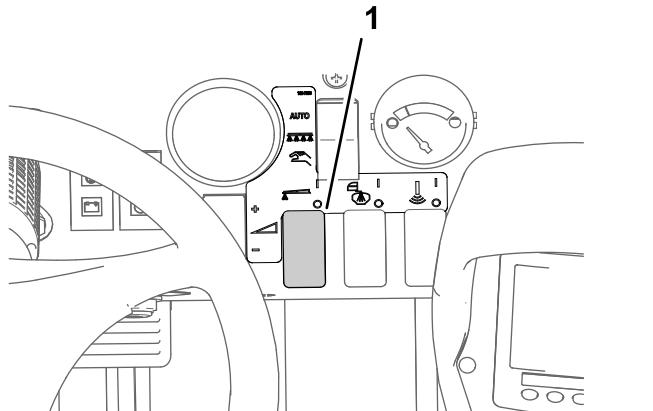

图 33
8. 使用喷洒率开关以获得随打药机提供的喷嘴选择指南里指定的喷洒压力 图 33。